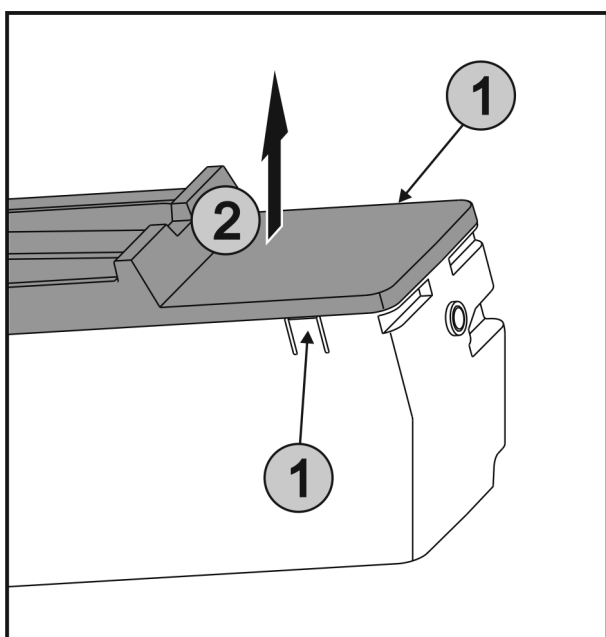

Fig. 55
- ▶ Stlačte západky Fig. 55 (1) na obou stranách EasyTwist-Ice současně a sejměte kryt Fig. 55 (2) směrem nahoru.